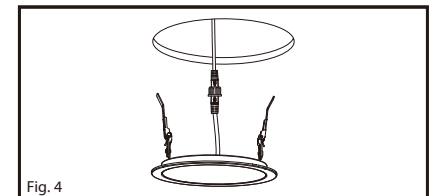

Fig. 4
8. Pull the spring clips on the fixture up and through the cut-out. Spring clips should close above the ceiling and secure recessed LED panel in place. (Fig. 4)
8. Tirez les pinces à ressort de l'appareil vers le haut et à travers la découpe. Les clips à ressort doivent se fermer au-dessus du plafond et sécuriser le panneau LED encastré en place. (Fig. 4)